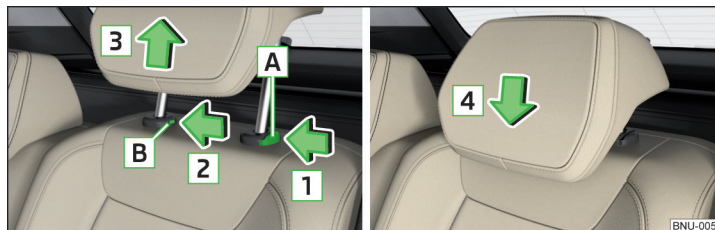

Fig. 95 Extraer / introducir el reposacabezas
- Mantenga pulsada la tecla de seguridad **A** en sentido de la flecha **1**, presionando al mismo tiempo con un destornillador plano (con un ancho de máx. 5 mm) la tecla del seguridad en la apertura **B** en sentido de la flecha **2** y retirar el reposacabezas en sentido de la flecha **3** » fig. 95.
En los asientos VarioFlex se puede retirar solamente el reposacabezas desplazado del respaldo central cuando se mantiene pulsado el botón de seguridad **A** » fig. 95.